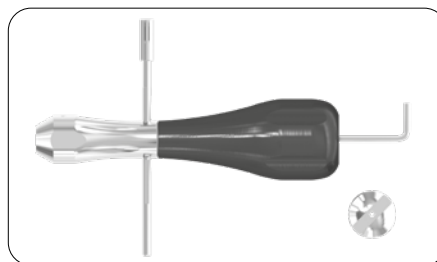
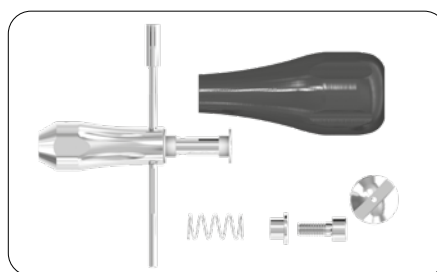

Fig. 5
Fig. 6
Retirer la vis cylindrique située en dessous en utilisant la tomas®-screwdriver key 3.0 (clé hexagonale 3,0) (Fig. 5) et démonter entièrement le tomas®-screwdriver (Fig. 6).